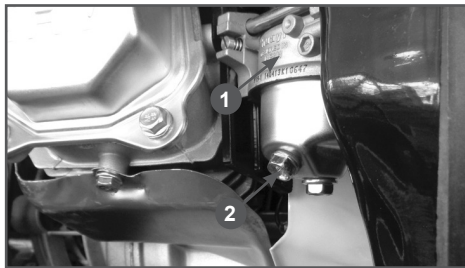

Рис. 20 Слив топлива из карбюратора
3. Открутите болт 2 на карбюраторе 1 (Рис. 20) и слейте топливо из поплавковой камеры в подготовленную для этого емкость.
1. Слейте топливо из топливного бака и карбюратора (Рис.20).